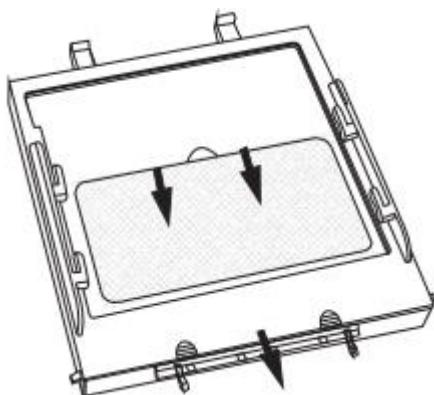

fig. 6
- **VÝMĚNA PŘEDNÍ KRYCÍ FOLIE** – Vyměňte přední krycí folii, pokud je poničená. Stlačte zámky držáku filtru (viz fig. 6) a nadzvedněte a vyjměte. Vyjměte přední krycí folii ze sestavy filtru. **Nainstalujte novou krycí folii** a namontujte zpět do skořepiny kukly (stejným způsobem, jakým byl odstraněn).
- **VÝMĚNA KAZETY FILTRU** - Vyjměte sestavu držáku filtru z kukly (viz fig. 6). Vyměňte filtr a založte do rámečku nový (viz.fig.7) a vložte rámeček s filtrem do skořepiny.